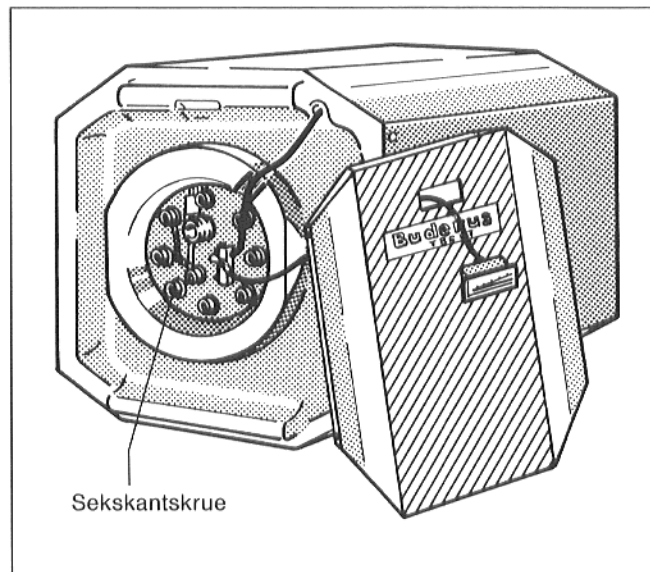

Fig. 13
- Sekskantskruerne skrues ud af låg til håndhul, låg til håndhul med magnesiumanode og isolering fjernes (Fig. 13).
- Følerledninger monteres i isoleringens slids (Fig. 13).